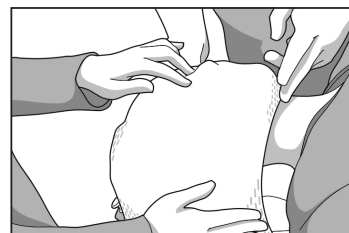

图4
7. 用手指轻压以获得所需的病人头部轮廓以及鼻弓周围的轮廓 (图 4)，完成面罩的塑型。